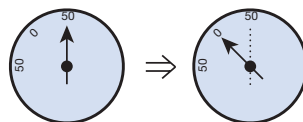

图10 (以50N·m使用时)
5. 也可预先将指针对准规定扭矩,使刻度显示“0”。(图10)